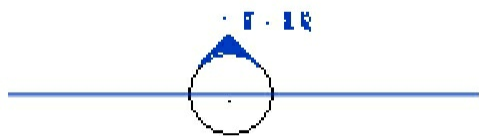

图1-32
(1) 单击“视图”选项卡>“创建”面板>“立面”，在光标尾部会显示立面符号。
(2) 在绘图区域移动光标到合适位置单击放置（在移动过程中立面符号箭头自动捕捉与其垂直的最近的墙），自动生成立面视图。
(3) 单击选择立面符号，此时显示蓝色虚线为视图范围，拖曳控制柄调整视图范围，包含在该范围内的模型构件才有可能在刚刚创建的立面视图中显示，如图1-32所示。